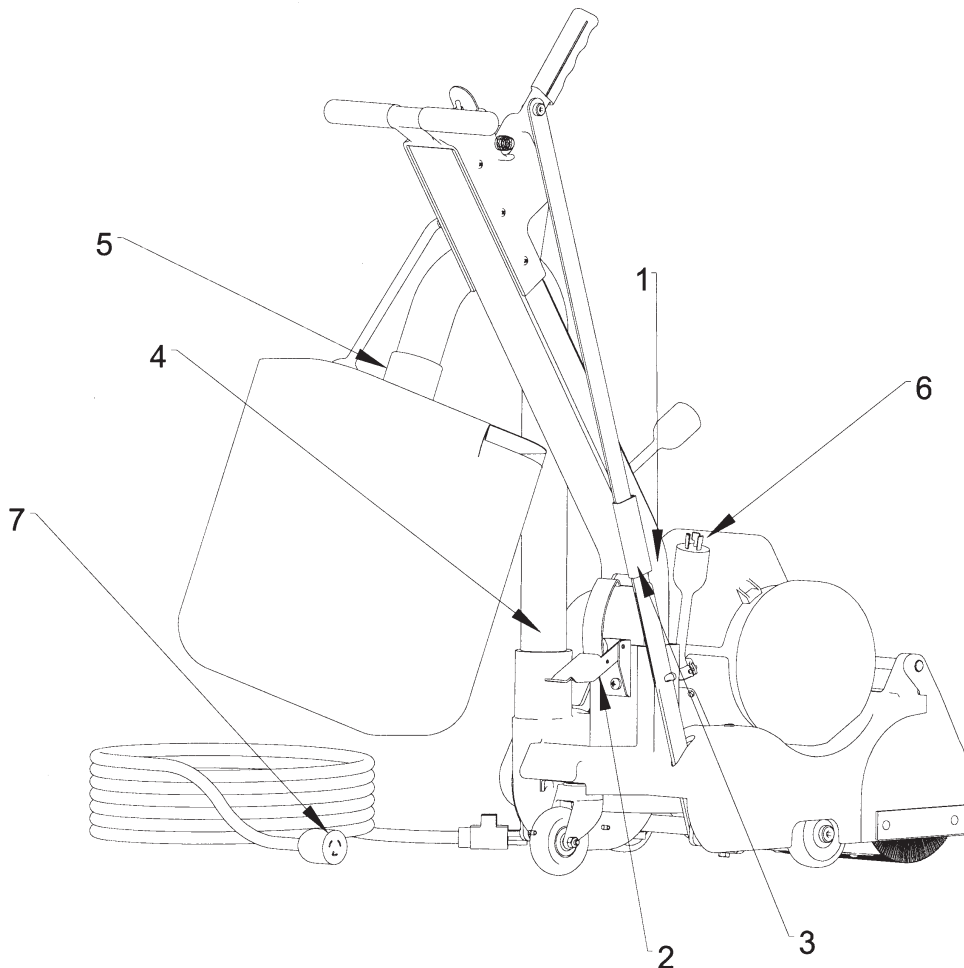

Figura 4
2. Levante el chasis con las manijas de transporte y colóquelo en el brea de carga. Consulte la figura 4.